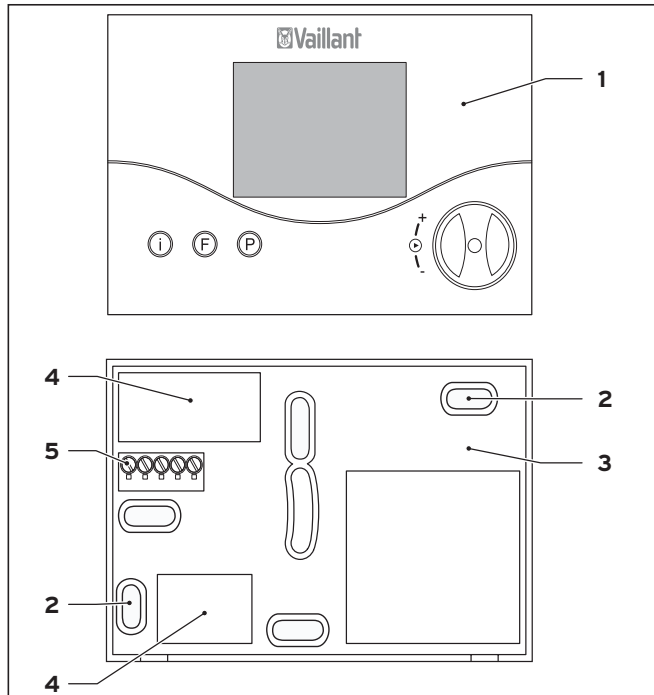

Abb. 4.10 Fernbedienung montieren
- Ziehen Sie das Gehäuse (1) der Fernbedienung vom Wandsockel (3) ab.
- Bringen Sie zwei Befestigungsbohrungen (2) mit Durchmesser 6 mm (entsprechend Abbildung 4.10) an und setzen Sie die mitgelieferten Dübel ein.
- Ziehen Sie das Anschlusskabel durch eine Kabeldurchführung (4).
- Schließen Sie das Anschlusskabel an die entsprechenden Klemmen (eBUS „+“ und „-“) der Klemmleiste (5) an.
- Setzen Sie das Gehäuse (1) so auf den Wandsockel (2), dass die Stifte an der Rückseite des Oberteils in die Aufnahmen passen.